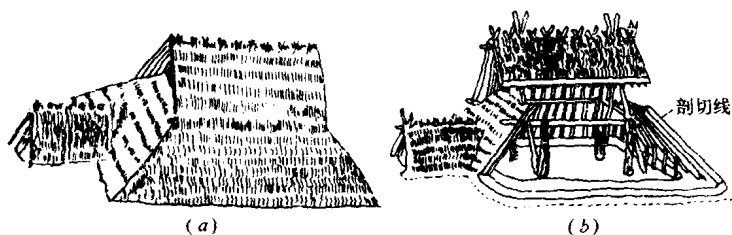
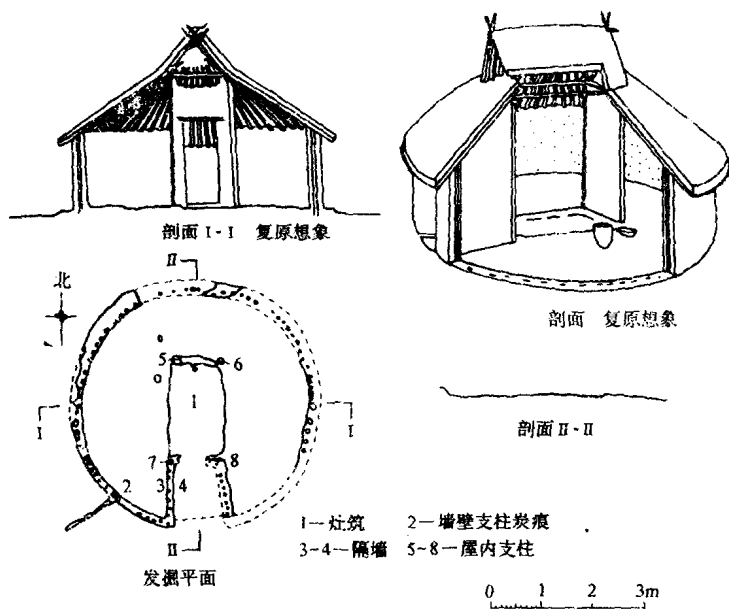

图 1-1 想象中的穴居图
图 1-2 陕西西安半坡村原始社会圆形住房
根据《中国古代建筑史》所介绍的半坡村仰韶文化时期的住房有两种形式，一种是方形，一种是圆形。方形的多为浅穴，面积约 20m^2 左右，最大的可达 40 多平方米。室内地面用草泥土铺平压实。圆形房屋一般建造在地面上，直径约有 4~6m。周围密排较细的木柱，柱与柱之间也用编织方法构成墙体。在那时就房屋的构造技术来说，已经属于积累了相当的经验的结果。我们可以从图 1-1 及图 1-2 方、圆两类房屋复原想象图^②上看出。